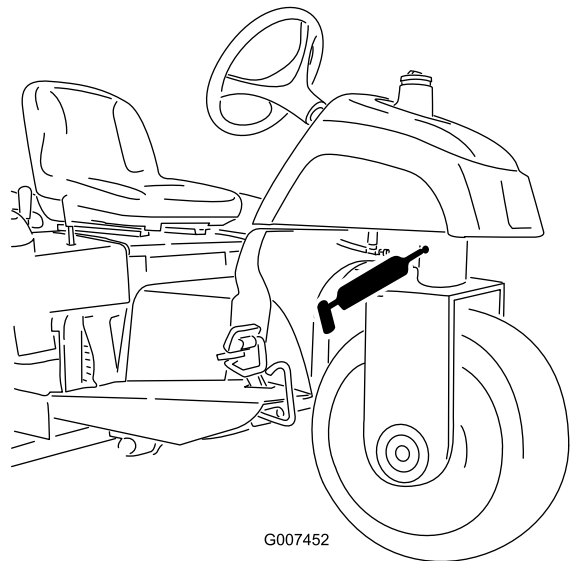

Bild 23
- Lenkzapfen (Bild 23)
Hinweis: Für den bündigen Nippel am Lenkzapfen (Bild 23) benötigen Sie einen Fettspritzenadapter. Erhältlich unter der Teilenummer 107-1998 vom offiziellen Toro-Vertragshändler.